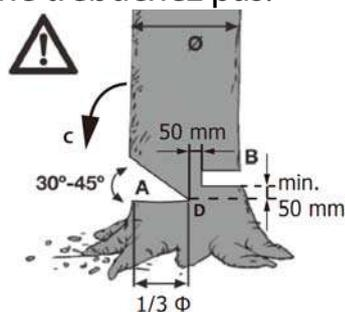

Fig16
Réaliser des biseaux (fig. 16)
Sciez une entaille à angle droit dans le sens de la chute (A) d'une profondeur d'un 1/3 du diamètre du tronc, comme indiqué en fig. 16. Tout d'abord effectuez le biseau horizontal inférieur (A). Ceci empêche le blocage de la chaîne de scie ou de la glissière lors de la réalisation du deuxième biseau.